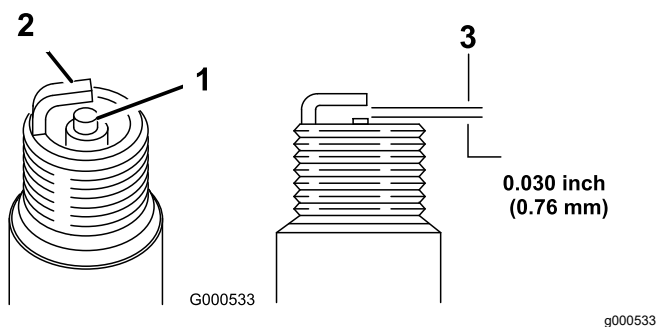

Figura 26
8. Lubrifiați cu ulei, cu degetul, garnitura de pe noul filtru de ulei (Figura 26).
5. Setati distanța bujiei la 0,76 mm; consultați Figura 26.